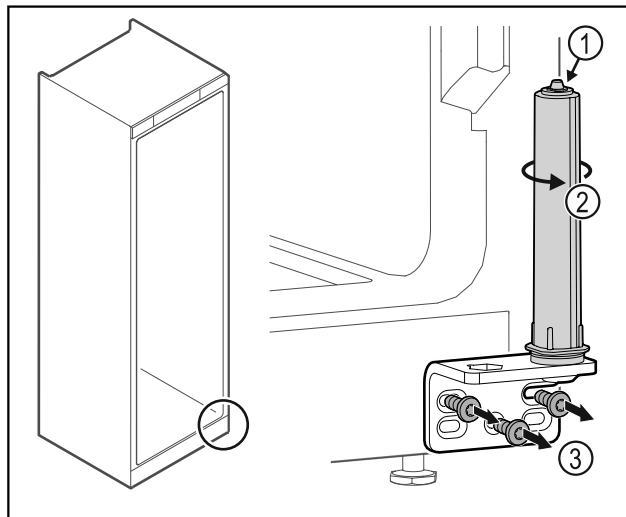

Fig. 36
- Deursluitsysteem niet uit elkaar halen Fig. 36 (1).
- Sluitsysteem Fig. 36 (2) draaien tot het klikt.
- Scharnierhoek Fig. 36 (3) losschroeven.